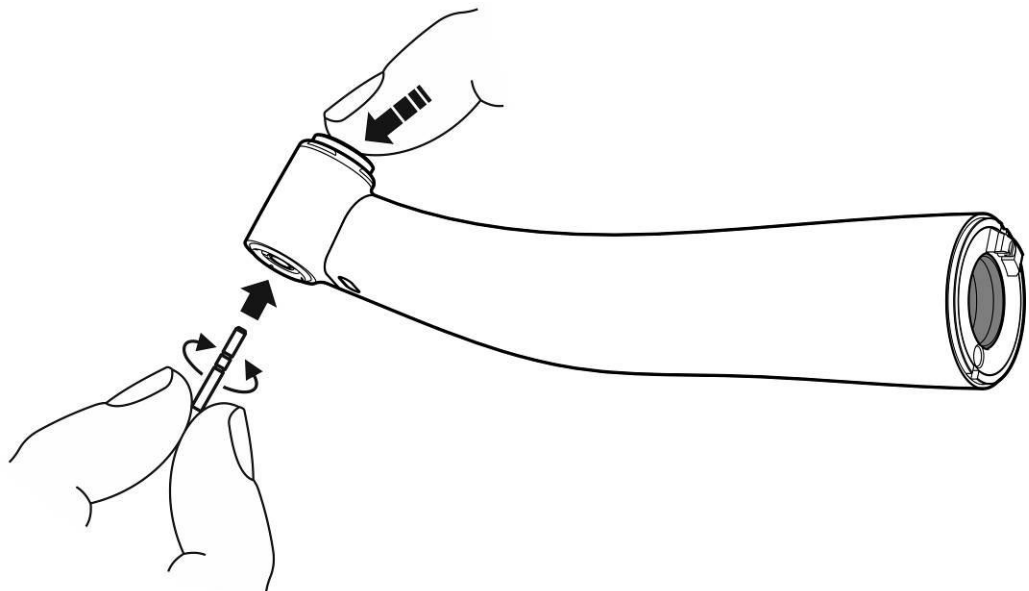

Abb. 6
4.4. Einsatz und Austausch des Bohrers beim 120LB und 120LR Abb.6